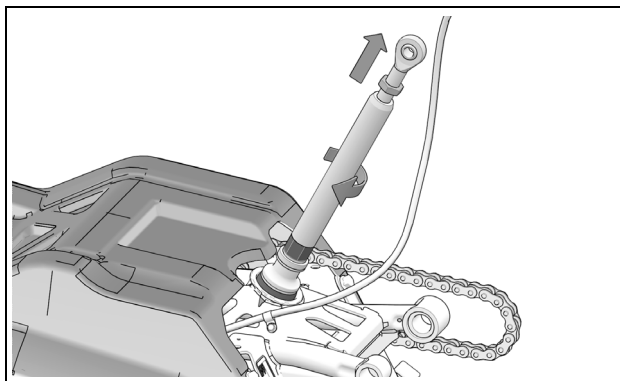

Figure 6
- Desserrer le contre-écrou de l'embout à rotule. Ajuster la longueur de l'embout en tournant le bras de couplage à l'aide d'une clé 25 mm. Figure 6.